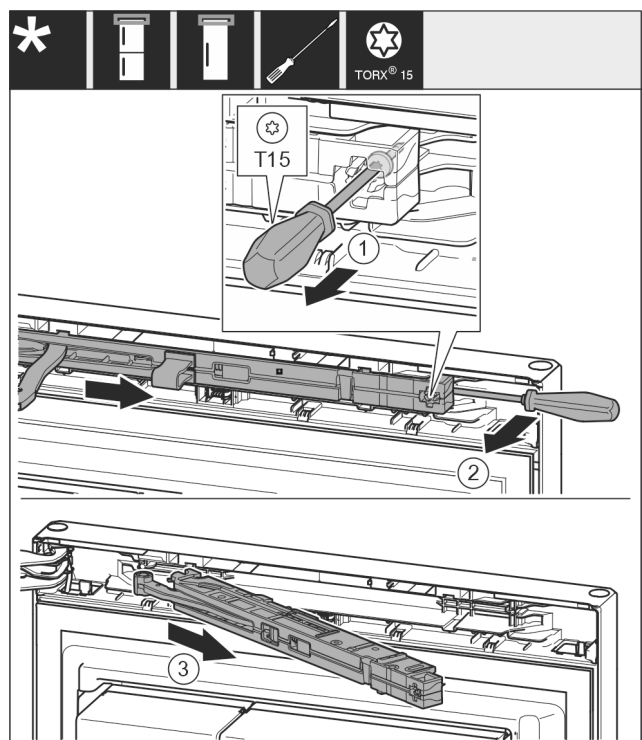

Fig. 11
▶ 用螺丝刀将关门阻尼单元上的螺钉 Fig. 11 (1)松开 14 mm。
▶ 用螺丝刀在手柄侧向前推动关门阻尼单元 Fig. 11 (2)。
▶ 拉出关门阻尼单元 Fig. 11 (3)。